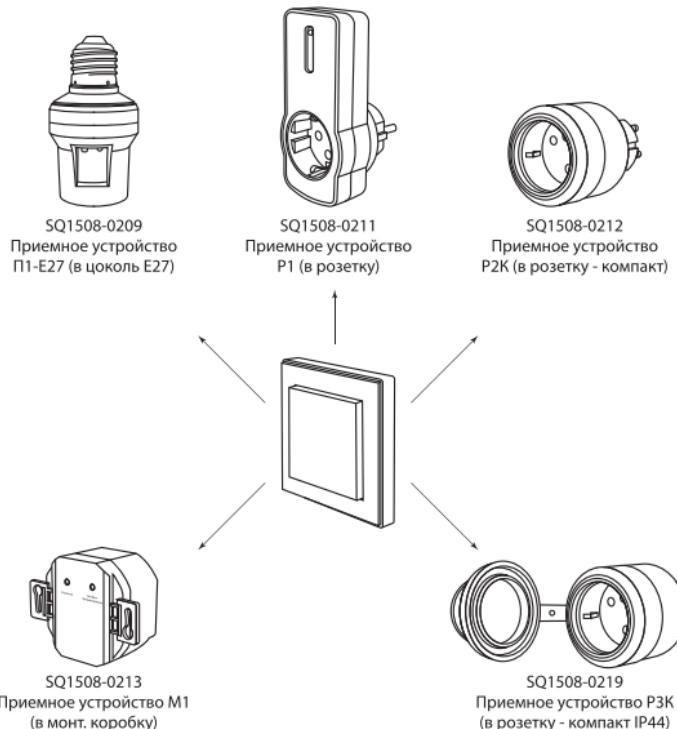

Рисунок 3. Подключение приемников из линейки «Уютный дом» к PB1 и PB2
6.1. К радиовыключателю PB1 и к каждому каналу (клавише) радиовыключателя PB2 можно подключить параллельно до 100 разных или одинаковых приемников из линейки «Уютный дом» – рисунок 3.